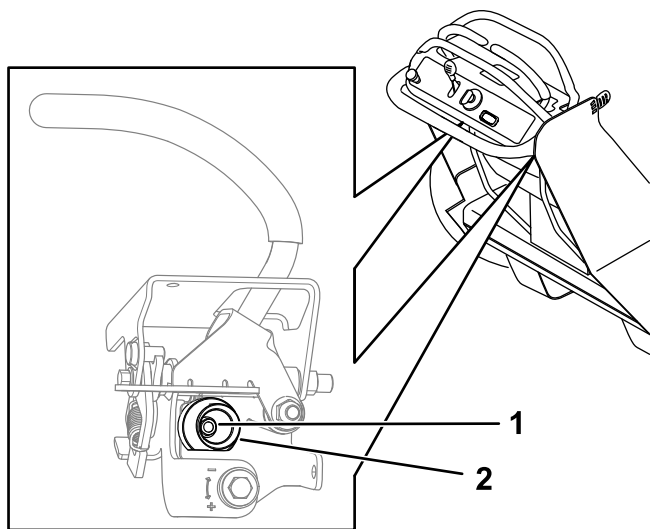

Figura 61
5. Afloje la tuerca que sostiene la leva de la palanca de control de movimiento que está ajustando (Figura 61)
- Ajuste la leva hasta que se alinee con la otra palanca de control de movimiento y apriete la tuerca de la leva (Figura 61).